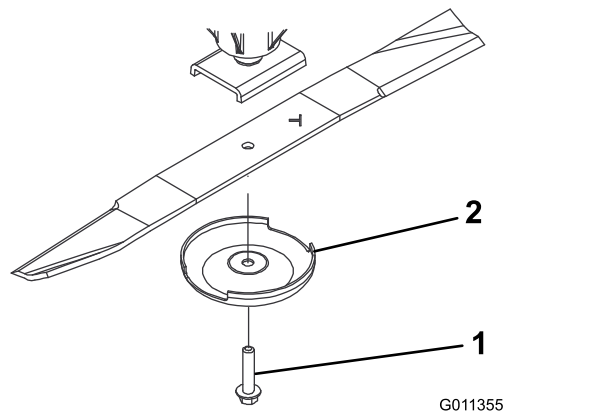

Figura 64
2. Fixe a extremidade da lâmina utilizando um pedaço de tecido ou uma luva grossa. Retire o parafuso da lâmina, o recipiente antidanos e lâmina do eixo (Figura 64).
3. Instale a lâmina, com a aba voltada para a plataforma de corte, com o recipiente antidanos e o parafuso da lâmina (Figura 64). Aperte a porca de bloqueio com 115 a 149 N·m.
Se a lâmina continuar a sofrer este tipo de desgaste irá formar-se uma ranhura entre a aba e a parte plana da lâmina (Figura 64). Eventualmente, pode soltar-se algum pedaço da lâmina e projetar-se, ferindo-o a si ou a qualquer pessoa próxima.